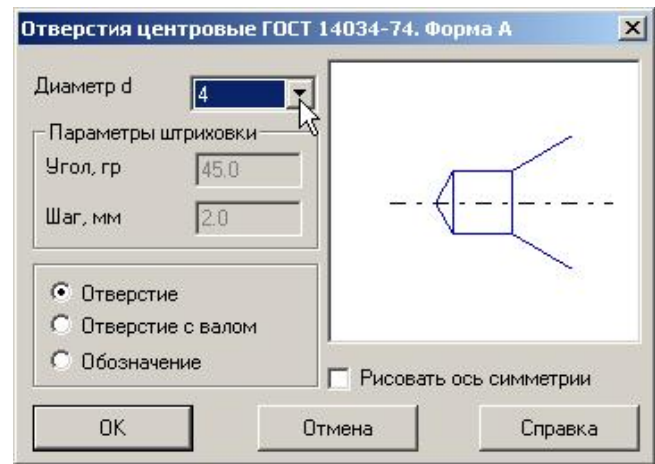
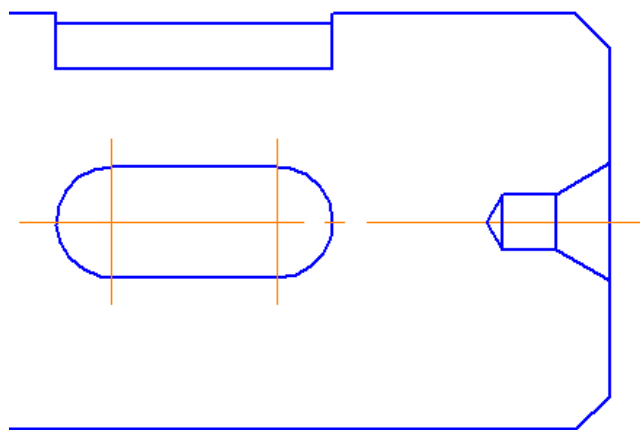

Рис. 37
Рис. 38
- Для выполнения центрального отверстия откройте **Конструкторскую библиотеку** и выберите **Центровые отверстия «С углом конуса 60 гр»** в разделе **Конструктивные элементы**. Установите параметры отверстия согласно рис. 37 (ось симметрии должна быть отключена) и вставьте в чертеж, рис. 38.